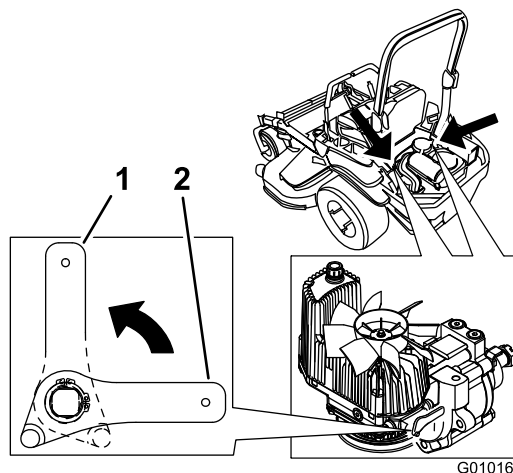

Figura 35
2. Ruotate verticalmente le leve delle valvole di rilascio per spingere le macchine. L'olio idraulico bypassa quindi la pompa, consentendo alle ruote di girare (Figura 35).
4. Ruotate orizzontalmente le leve delle valvole di rilascio per guidare le macchine (Figura 35).